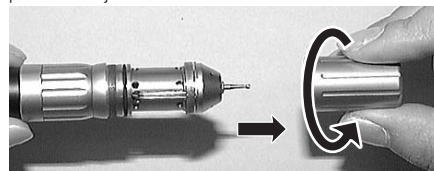

Fig. 15
- 1) Para extraer el soporte del cartucho aflojelo tal y como se muestra en la Fig. 15.